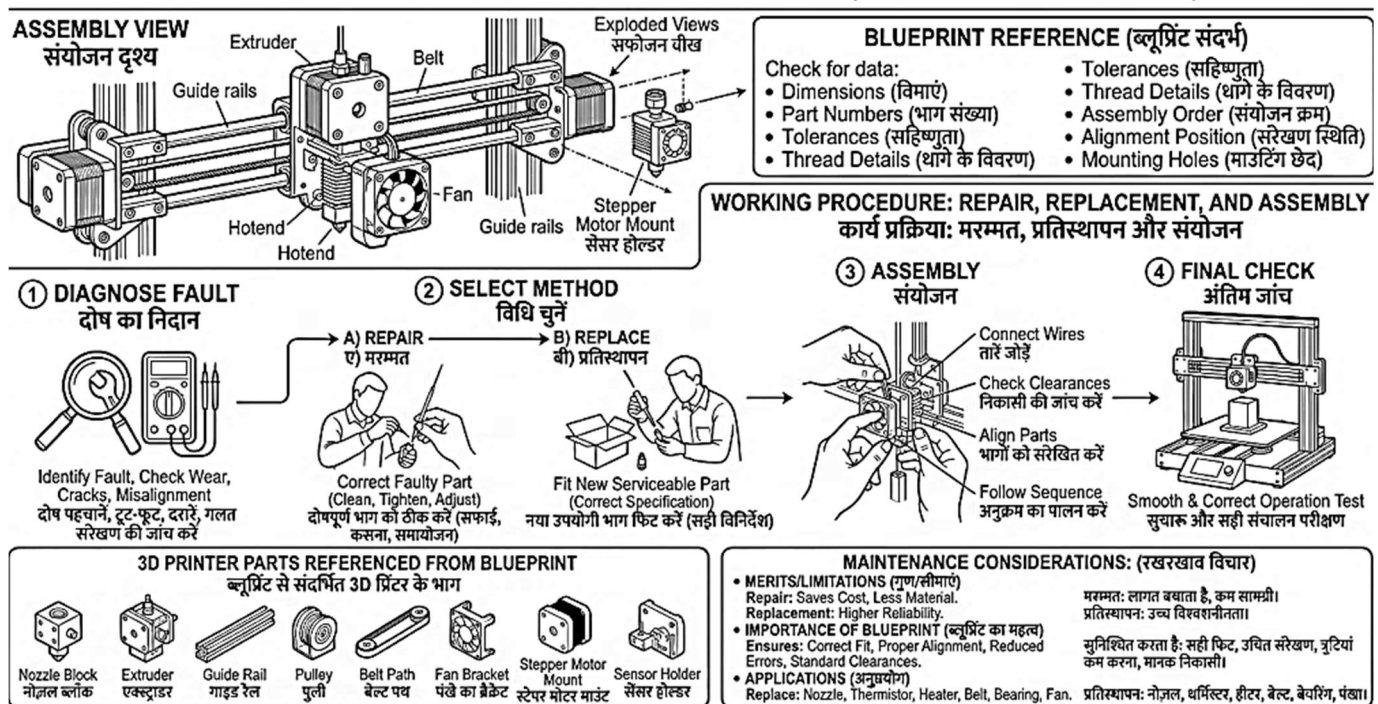

Fig. 16.8: Technical Drawing and Maintenance Work Procedure for 3D Printer Assembly | 3D प्रिंटर असेंबली के लिए तकनीकी आरेख और रखरखाव कार्य प्रक्रिया
16.8.1 Definition and Meaning of Repair, Replacement and Assembly in Maintenance Work (Fig. 16.8)
16.8.1 रखरखाव कार्य में मरम्मत, प्रतिस्थापन और संयोजन की परिभाषा एवं अर्थ (Fig. 16.8)